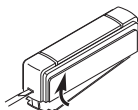

Figura 1
- **Montaje con tornillos:** Para montar con tornillos, quite la parte de atrás de la caja empujando hacia adentro la lengüeta de abajo con un destornillador pequeño y girando la cuchilla (vea la Figura 1). *Nota:* Quite la suciedad de los orificios para tornillos (si es necesario) antes de poner los tornillos. Coloque la parte de atrás de la caja contra la jamba o la pared (vea la Figura 4). Encaje a presión la parte frontal del pulsador.